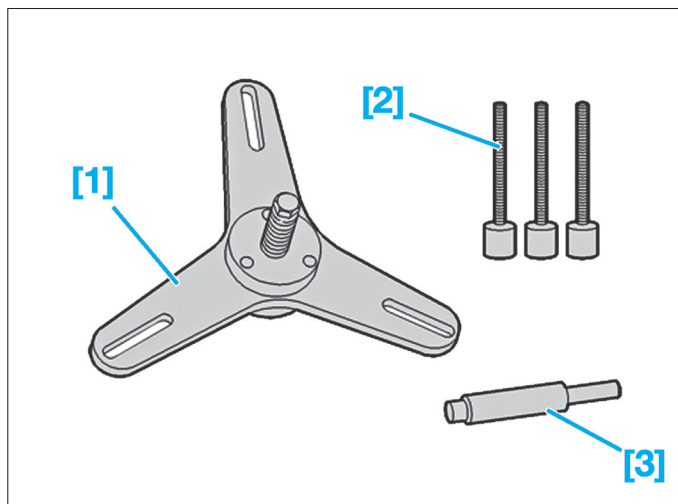

Fig. 1
- [1] Compresseur de mécanisme d'embrayage (réf. 0217.A) (Fig.1).